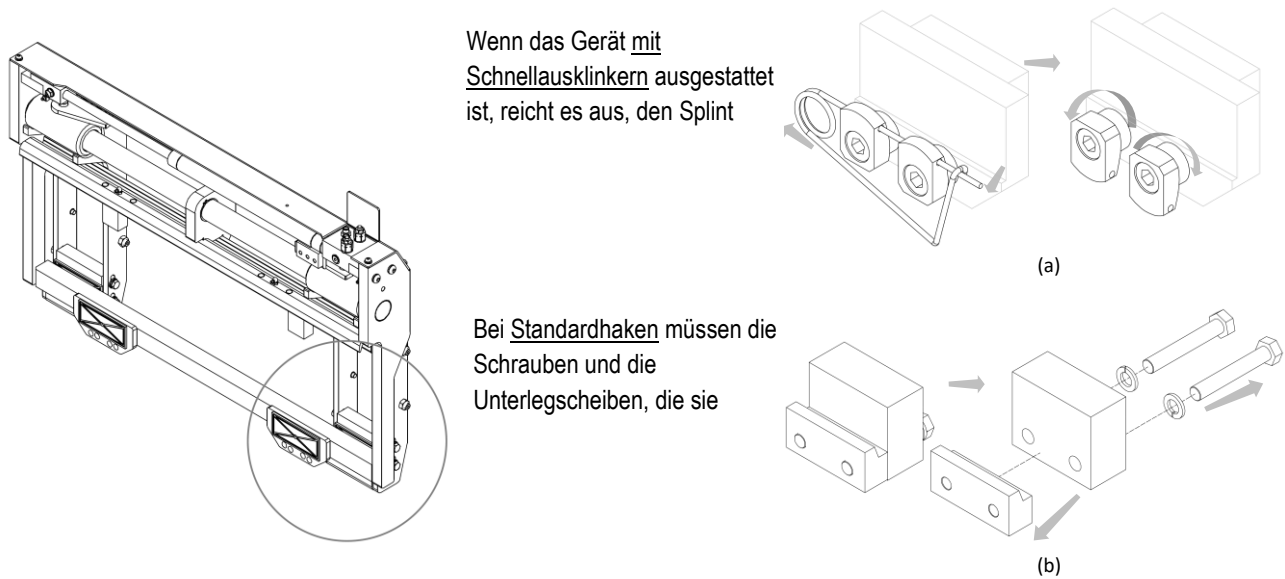

Abbildung 3
5. Entfernen Sie die unteren Haken des Gerätes und schmieren Sie die Gleitstangen (siehe *Abbildung 3*).